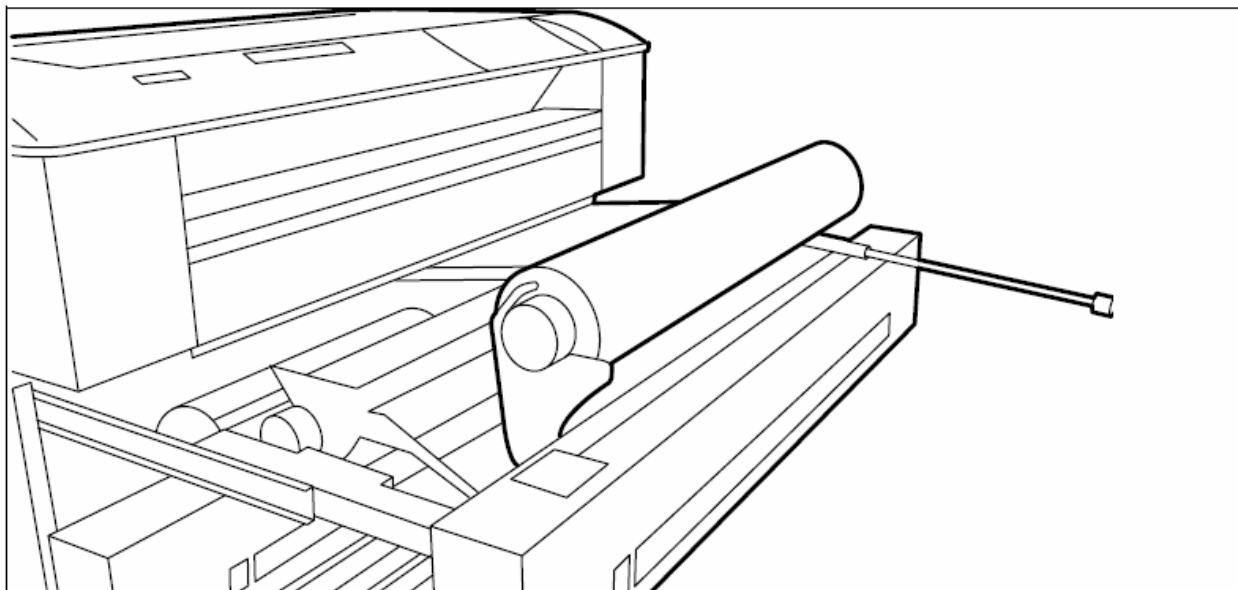

Рисунок 95: Рычаг приспособления для загрузки рулонного носителя установлен в вертикальное положение
3. Переведите рычаг вперед до конца. При этом рулон оказывается поднятым на держателе (смотрите рисунок 95).